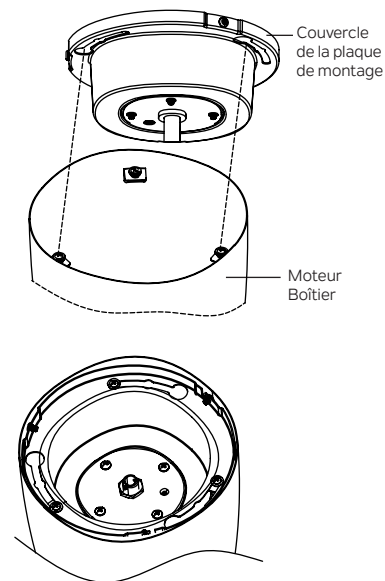

Fig. 12b
**Étape 2.** Tournez le boîtier du moteur dans le sens des aiguilles d'une montre jusqu'à ce que trois vis se verrouillent à l'extrémité des trous oblongs. (Fig. 12b)